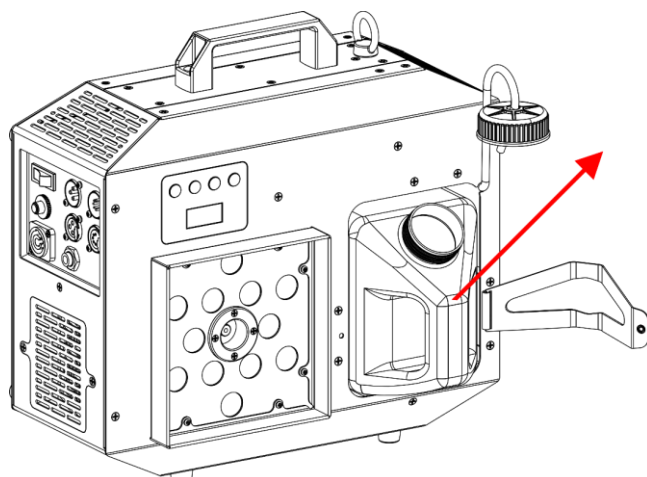

Fig. 09
- 04) Estrarre il **serbatoio del liquido (02)**, come mostrato nella Fig. 09.